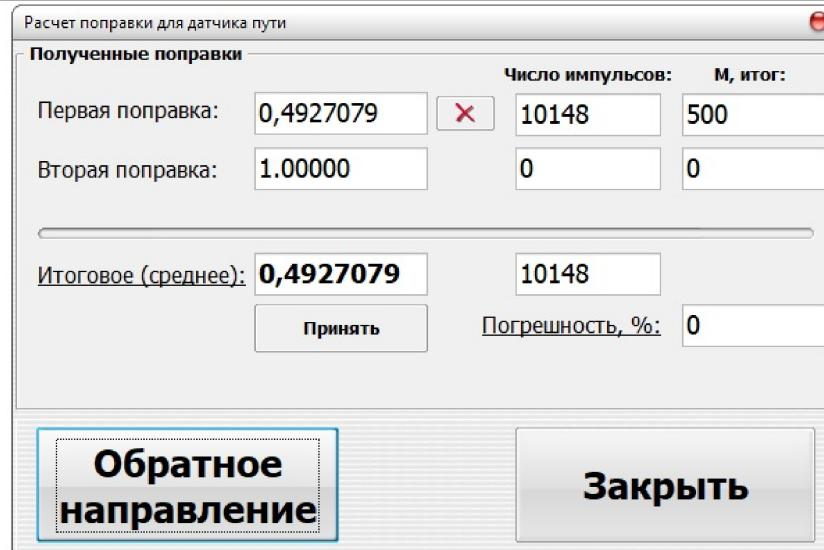

Рис. 47. Тарировка датчика пути.
- ▲ В появившемся окне (рис. 47) нажать «Принять» для применения рассчитанного коэффициента, или нажать «Обратное направление» для тарировки в обратном направлении (для повышения точности тарировки, поправка будет рассчитана как среднее значение). Для этого поставить автомобиль на полосу движения в обратном направлении, совместить ось переднего колеса с точкой конца участка и выполнить проезд до отметки начала участка, до совмещения оси переднего колеса с точкой начала участка.